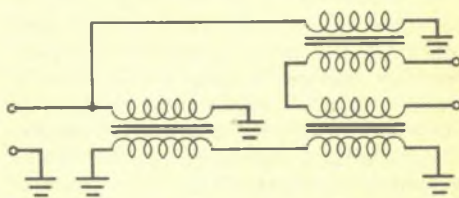

Fig. 5 - Trasformatore a linea di trasmissione per accoppiamento interstadio con isolamento in c.c.
Quando è necessario, cioè ad esempio quando il trasformatore deve essere usato per accoppiare tra loro stadi amplificatori, si può ottenere l'isolamento in corrente continua tra ingresso ed uscita usando tre trasformatori, come rappresentato nella *fig. 5*. Si tenga sempre presente che il nucleo serve solamente per evitare la presenza di correnti indesiderate; di conseguenza, se il filo è sufficientemente sottile ed il nucleo toroidale è ampio abbastanza, è possibile avvolgere tutti i tre trasformatori sullo stesso nucleo.
Fig. 5 - Due circuiti impieganti il SN76477: il primo simula il suono di un motore di un'auto da corsa o di una collisione (A); in (B) viene prodotto il suono di una macchina a vapore o di un aereo ad elica.
I circuiti per simulare i suoni di un motore di auto da corsa, di una collisione, di un motore a vapore che gira lentamente o di un aereo che va avanti e indietro sono riportati nella fig. 5-A e nella fig. 5-B. Nel primo circuito la velocità di rotazione del motore dell'auto da corsa è regolabile per mezzo di un potenziometro da 100 k Ω che varia la tensione continua applicata all'entrata di controllo del VCO (piedino 16). Le velocità di rotazione massime e minime sono predisposte con resistori fissi in serie con il potenziometro.